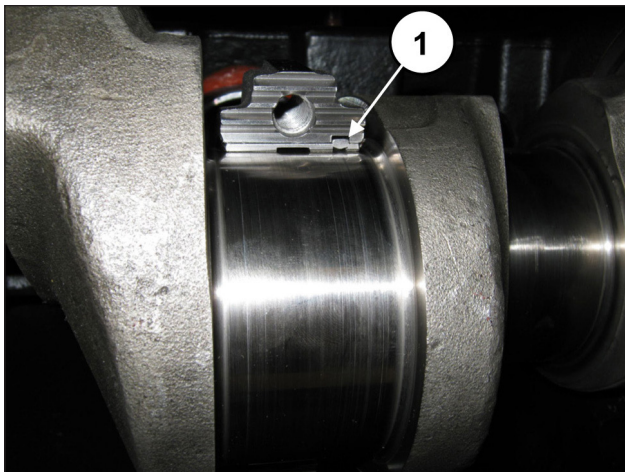

Abb. 66
zu liegen kommt (Pos. ①, Abb. 66).**